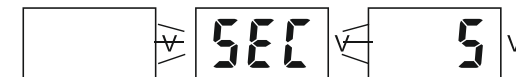

Рис.3. Дисплей при включении реле
4.3. При первом или повторном включении реле на дисплее высветится обратный отсчет времени включения топ (рисунок 3). После это включится одно из реле и на выходе появится напряжение. Для ручного включения и отключения реле нажмите на кнопку \odot .